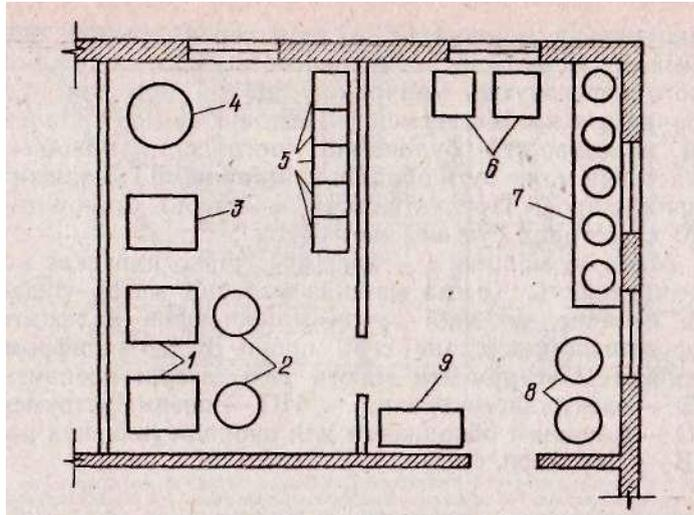

Рис. 25.4. План приоб'єктної фарбозаготівельної майстерні:
*Приоб'єктна фарбозаготівельна майстерня* (рис. 25.4) призначена для додаткового перемішування і розрідження сумішей, що надходять централізовано, і подачі їх на робочі місця. В ній у разі потреби можна приготувати необхідні суміші, яких не вистачає на даному об'єкті. Таку майстерню обладнують у підвальному приміщенні споруджуваного будинку або у спеціальному тимчасовому приміщенні.